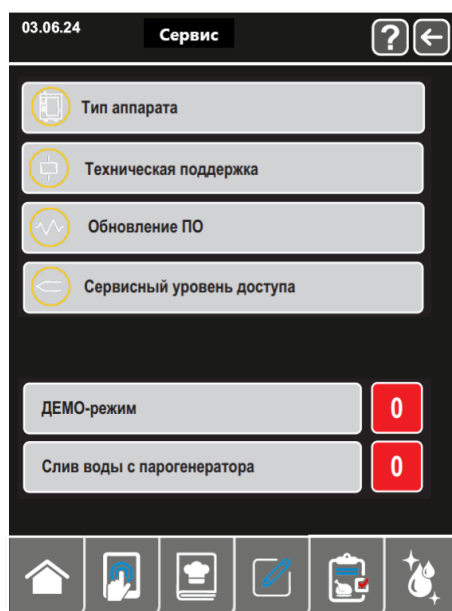
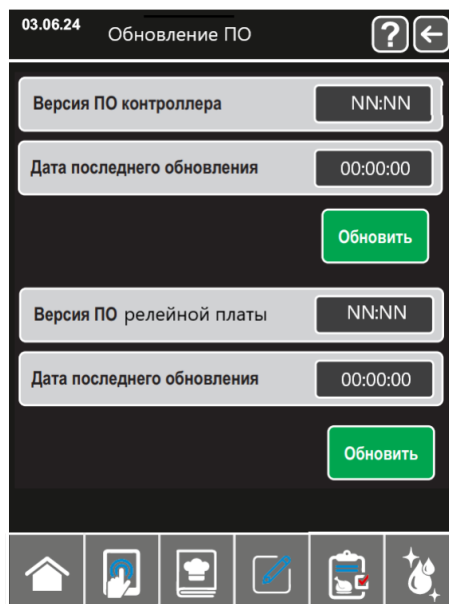
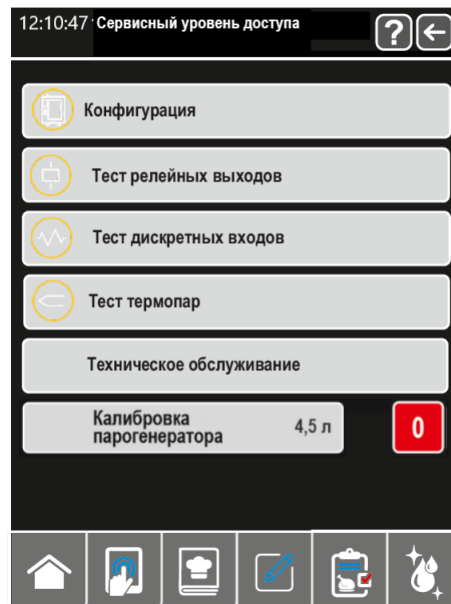

Рис.15.7 Окно Сервис
Рис.15.9 Окно Обновление ПО
Рис.15.10 Окно Сервисный уровень доступа
5.6.5 На окне «Настройки» нажать строку **Сервис** отобразится окно рис.15.7.
5.6.5.2 В окне сервис рис..15.7 нажмите на строку Техническая поддержка, отобразится окно с номерами телефонов сервисной поддержки. Для возврата в окно «Сервис» нажмите кнопку .
5.6.5.3 В окне сервис рис.15.7 нажмите на строку Обновление ПО, отобразится клавиатура и сообщение введите пароль для доступа. Введите пароль 0000. Откроется окно Обновление ПО рис. 15.9.
5.6.5.4. В окне «Сервис» рис. 15.7 выберите «Сервисный уровень доступа». Введите пароль 0000. Отобразится окно «Сервисный уровень доступа» рис. 15.10
5.6.5.4.1 В окне «Сервисный уровень доступа» рис. 15.10 нажмите на строку Тест релейных выходов. Отобразится окно рис. 5.12. Все выходы реле на релейном контроллере ППЗ отключатся.